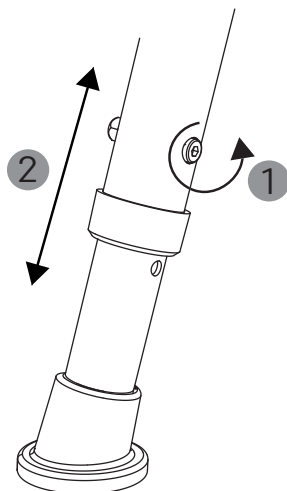

fig. 15
2. Pour régler les pieds télescopiques, desserrez les vis (1, fig. 15) et retirez les.
3. Les pieds télescopiques peuvent maintenant être réglés à la longueur souhaitée (2, fig. 15) et les tubes intérieur et extérieur peuvent être placés sur le cache du trou.